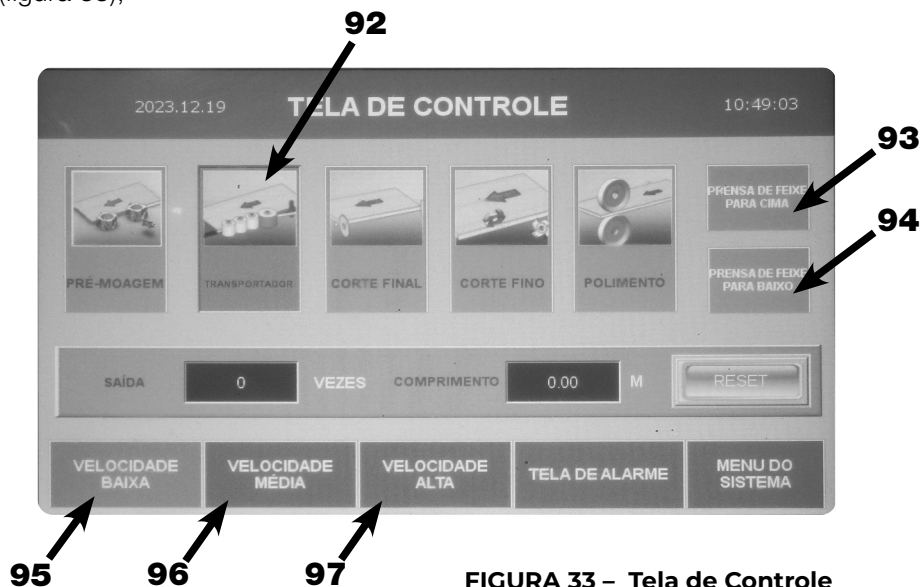
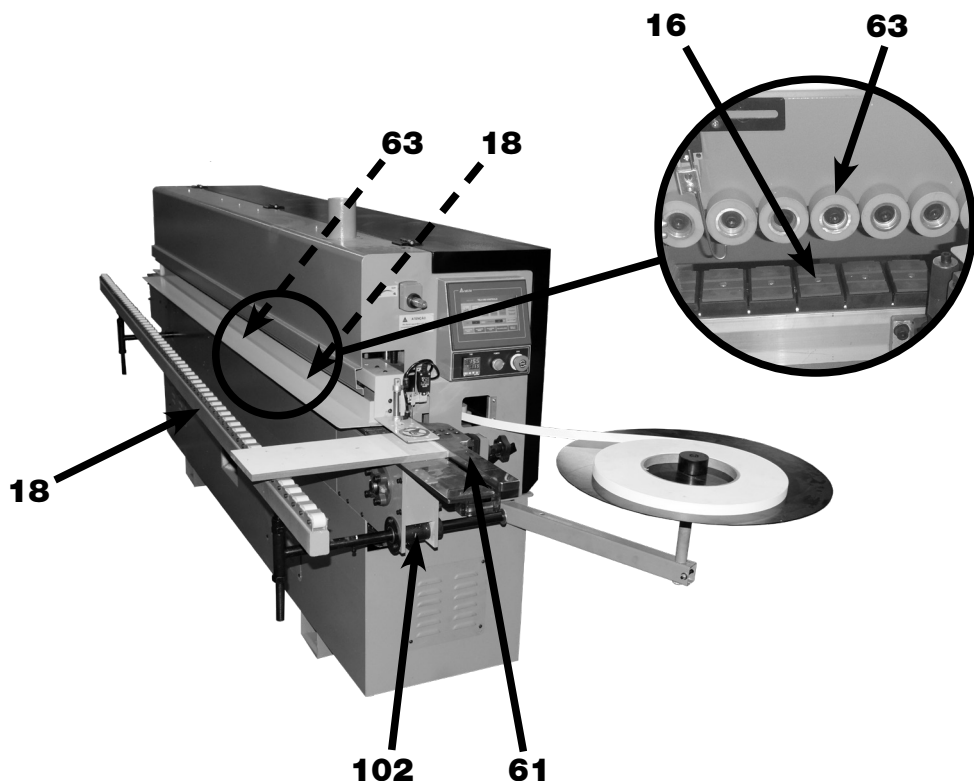

FIGURA 33 – Tela de Controle
FIGURA 35 – Posicionamento do Painel na Coladeira
1. **AGUARDAR** o Coleiro (11) atingir a temperatura desejada;
2. **LIGAR** a Esteira de Transporte (16) pelo Tecla Liga/Desliga Esteira (92) (figura 33);
3. **AGUARDAR** por aproximadamente 10 minutos para misturar a cola e ela possa subir pelo Eixo do Coleiro (26) de maneira homogênea;
4. **POSICIONAR** os Roletes de Encosto (63) na altura da espessura do painel que será colado a fita, pressionando a Tecla (93) ou (94) (figura 33), para subir ou descer os Roletes (63) (figura 35);
5. **SELECIONAR** a velocidade de trabalho desejada pela Tecla (95), (96) ou (97) (figura 33);
11. **SOLTAR** o Manipulo de Trava da Mesa (102) e **POSICIONAR** a Mesa de Roletes (18) de acordo com a largura do painel (figura 35);
12. **APERTAR** o Manipulo de Trava da Mesa (102) para travar a Mesa de Roletes (18);
13. **POSICIONAR** o Painel com a borda encostada no Batente de Entrada (61) (figura 35);
14. **EMPURRAR** o painel sobre a Esteira (16), para que comece o processo de colagem